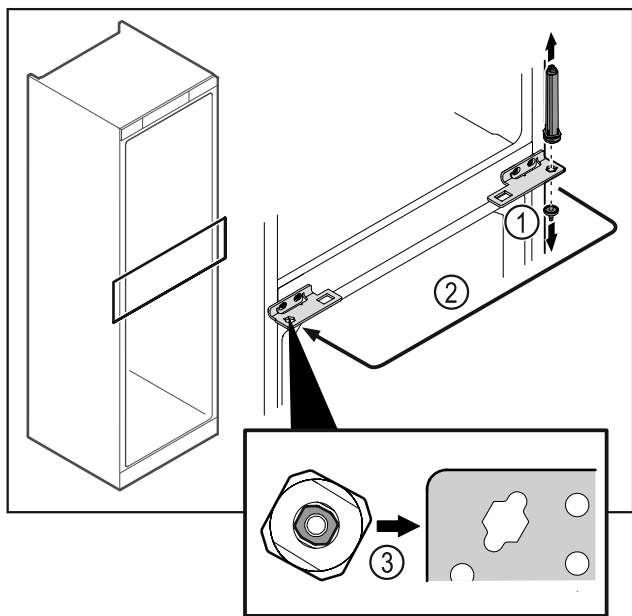

Fig. 48
- ▶ Skru hængselbolten Fig. 48 (1) af.
- ▶ Flyt dørlukkesystemet Fig. 48 (2).
- ▶ Ved indsættelse skal man sikre sig, at dørlåsesystemet Fig. 48 (3) er korrekt indjusteret.